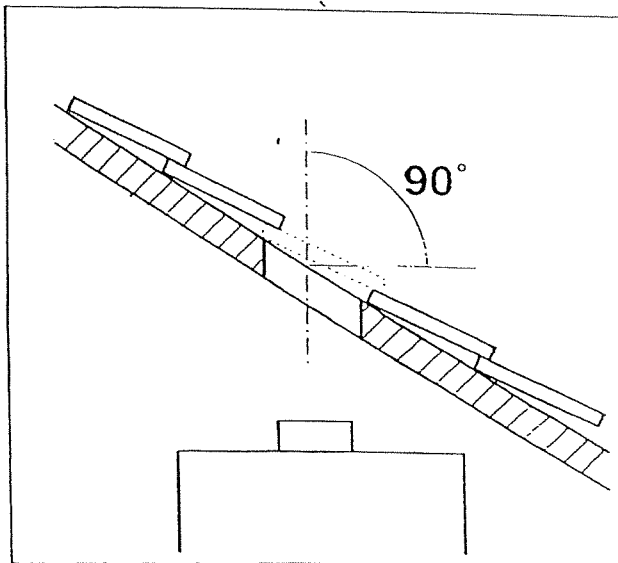

Fig. 11 Passaggio dal tetto - con tetto a spiovente
- ◆ Identificare il punto in cui la caldaia deve essere montata. Accertarsi che il tronchetto di scarico della caldaia sia verticale e rimanga al centro di una delle tegole (Fig. 11) e che la  $L_{max}$  non superi i 4000 mm.